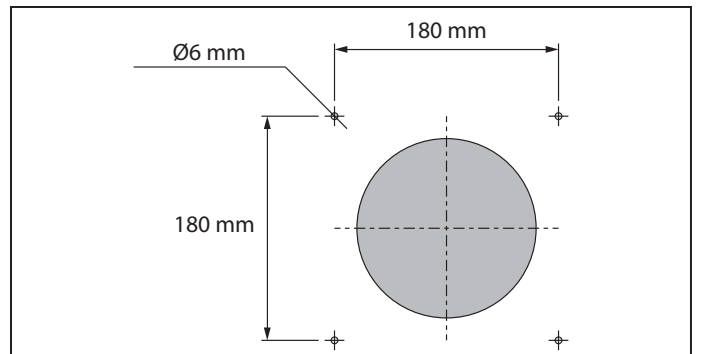

Fig. 11a.
- Fig. 11a for VENTO Ergo A25-1 Pro. Drill 40 mm holes for the dowel 6x40.